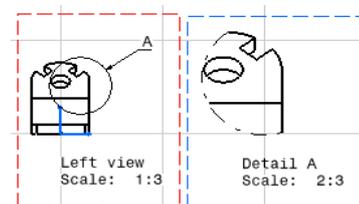

Ilustración 631: Ejemplo de vista de detalle.
- Ahora se sitúa el detalle de la vista en la ubicación del plano que se desee y se pulsa para generar la vista (ver Ilustración 631).